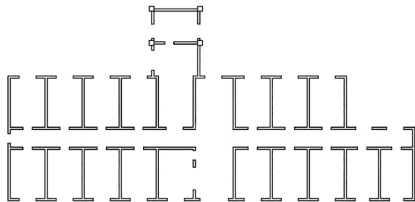

图 2.140 加粗后的墙线和柱线
⑤ 在**选择对象**: 提示下, 按 Enter 键进入下一步命令。
⑥ 在**是否将直线和圆弧转换为多段线? [是(Y)/否(N)]? <Y>**: 提示下, 按 Enter 键, 执行尖括号内的默认值“Y”, 表示要将所有选中的对象转化为多段线。
⑦ 在输入选项 **[闭合(C)/合并(J)/宽度(W)/编辑顶点(E)/拟合(F)/样条曲线(S)/非曲线化(D)/线型生成(L)/放弃(U)]**: 提示下, 输入“J”后按 Enter 键, 表示要执行【合并】子命令。这样, AutoCAD 将第④步全选的对象中所有首尾相连的对象合并在一起。
⑧ 在输入模糊距离或 **[合并类型(J)] <0.0000>**: 提示下, 按 Enter 键, 表示执行尖括号内默认的模糊距离“0.000”。
⑨ 在输入选项, **[打开(O)/合并(J)/宽度(W)/编辑顶点(E)/拟合(F)/样条曲线(S)/非曲线化(D)/线型生成(L)/放弃(U)]**: 提示下, 输入“W”后按 Enter 键, 表示要改变线的宽度。
⑩ 在**指定所有线段的新宽度**: 提示下, 输入“50”, 表示将线的宽度由 0mm 改为 50mm, 结果如图 2.140 所示。